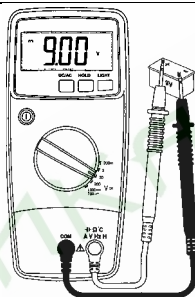

Рисунок 2
4.6.2 Установите поворотный переключатель в положение требуемого диапазона измерения напряжения (см. рис. 2).